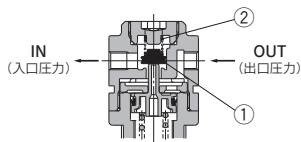

図2
入口圧力が遮断され排気されると、バルブ①に作用している入口圧力がなくなりバルブ①をシートさせる力は、バルブスプリング②の力だけとなり、バルブ①を開かせようとする出口圧力によって、バルブ①が開き、出口圧力は入口側へ排出されます(図2)。